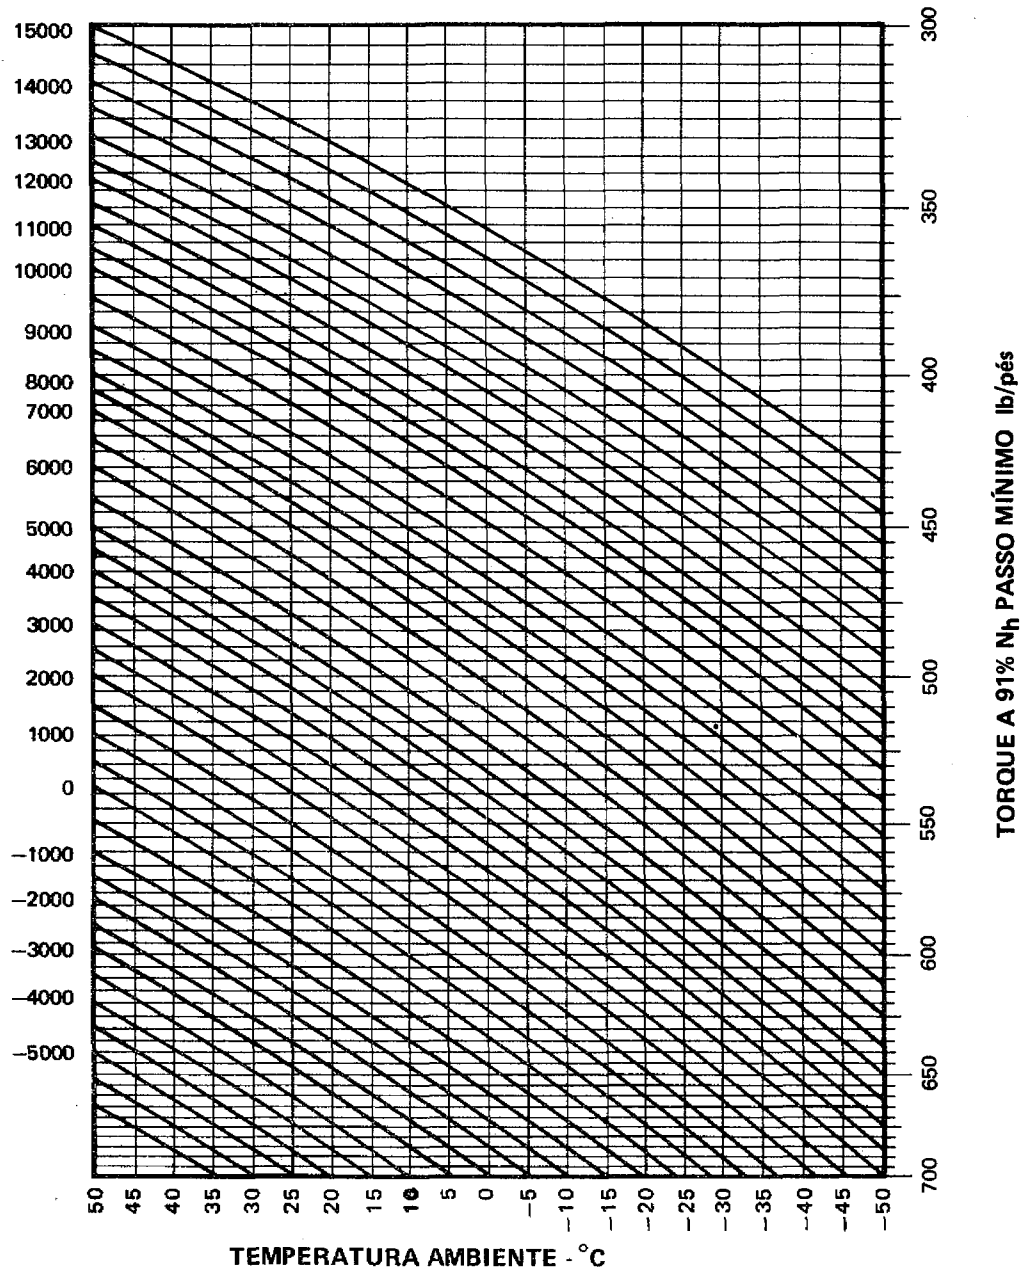

Figura 3-8. Torque a 91% de N_h , Passo Mínimo
4. Utilizando os valores obtidos nos passos 2 e 3, consulte o gráfico da figura 3-8 e obtenha o valor do torque a 91% N_h no passo mínimo para as condições-ambientes.